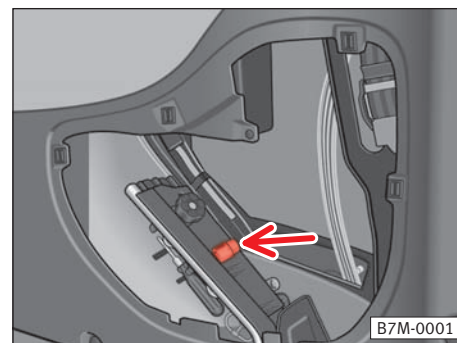

Fig. 180
- Recomendamos llevar siempre el adaptador en el alojamiento dispuesto a tal fin en la caja de herramientas ⇒ fig. 180.